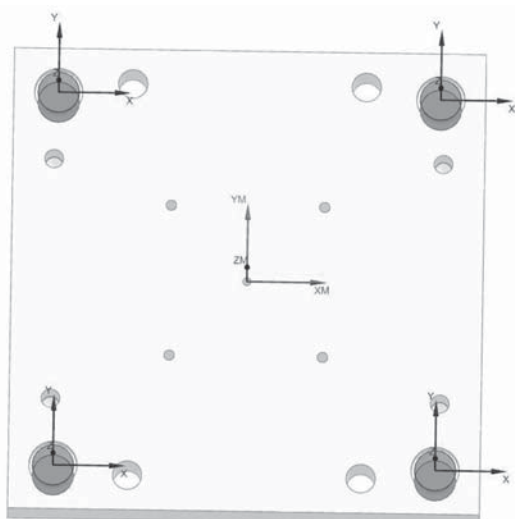
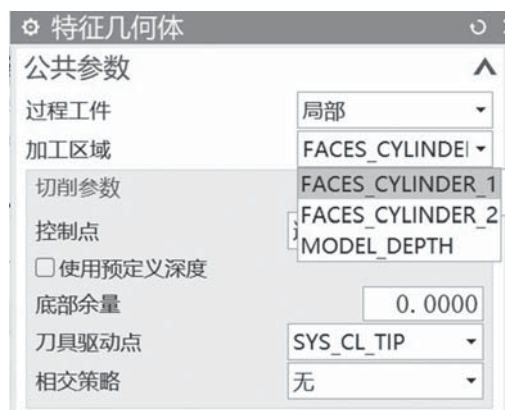

图 4-1-37 孔的选择
图 4-1-38 加工区域选择
(2) 右击 **DRILLING** 图标，在弹出的工具条中选择“复制”选项，再右击 **DRILLING** 图标，在弹出的工具条中选择“粘贴”选项，出现 **DRILLING COPY** 工序，即成功复制通孔的钻孔工序。
(3) 双击 **DRILLING COPY** 图标，进入钻孔工序界面。在几何体设置区域中，单击  (指定特征几何体) 按钮，进入“特征几何体”界面，删除原来选择的孔。选取零件上的 $\phi 41$ 孔作为特征几何体，如图 4-1-37 所示。在“公共参数”区域中的“加工区域”下拉菜单选择“FACES CYLINDER_1”选项，如图 4-1-38 所示，将加工区域深度限制转变为“盲孔”选项。单击“确定”按钮返回“钻孔”界面。